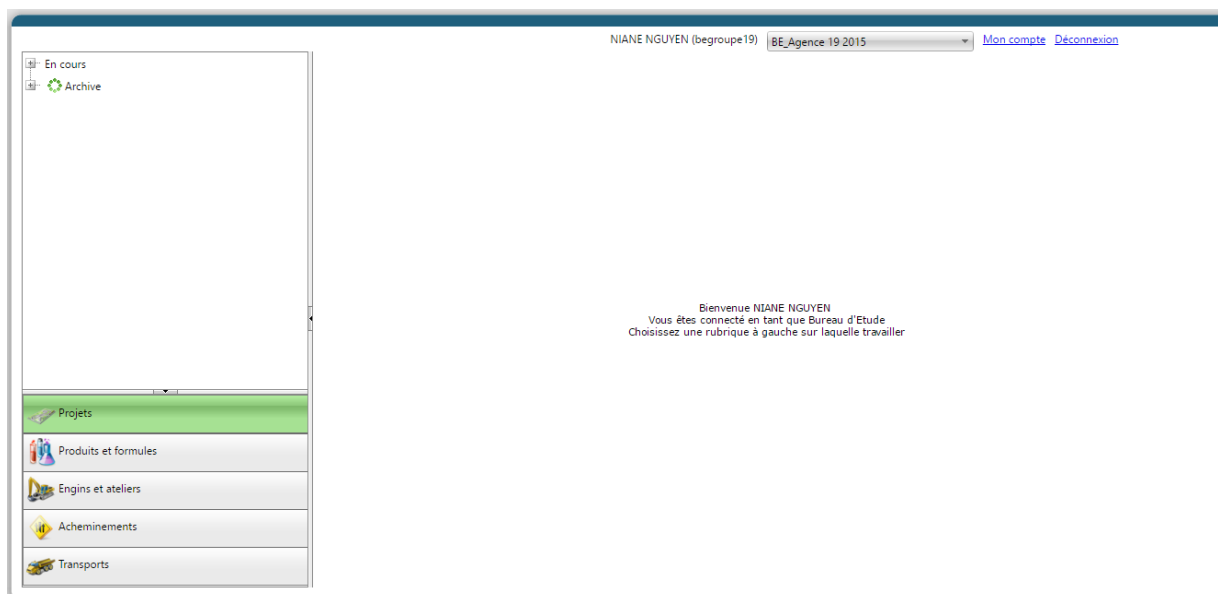

Figure 76 – Page d'accueil du profil BE
Une fois reçu le mail d'accession, le profil Bureau d'études (BE) peut choisir son mot de passe et se connecter en rentrant le login que l'ACEU lui a attribué. Il est donc le chargé d'études au sein d'une Agence appartenant à l'EU. En arrivant sur la page d'accueil, il lui est proposé 4 onglets sur la gauche de l'écran (Figure 76).